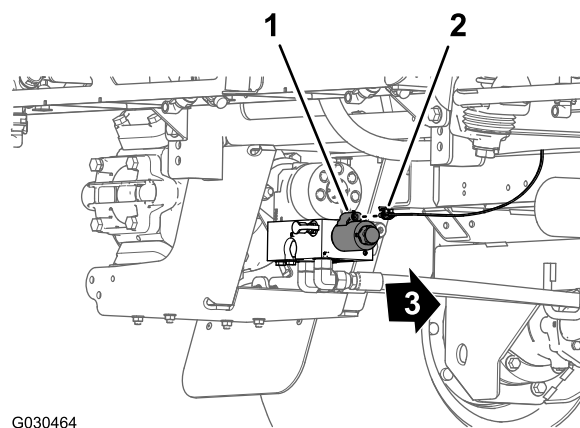

Figure 116
1. À l'arrière de la machine, du côté intérieur de la pompe de pulvérisation, branchez le connecteur à 2 douilles de la branche de 86 cm du faisceau au connecteur à 2 broches du relais de la pompe (Figure 116).